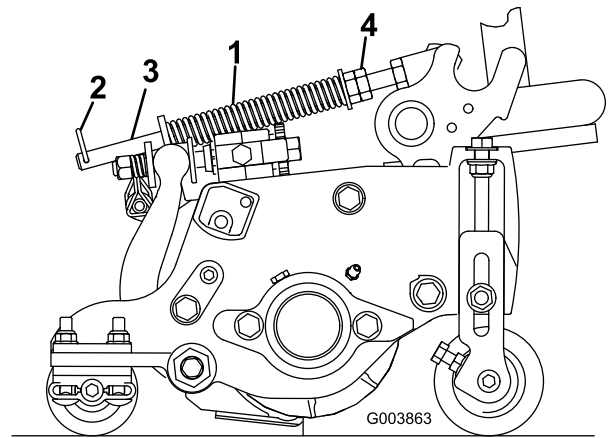

Figura 15
2. Aperte as porcas sextavadas na extremidade dianteira da haste da mola até que o comprimento da mola em compressão seja de 15,9 cm (Figura 15).
A mola de compensação de relva (Figura 15) transfere peso do cilindro dianteiro para o cilindro traseiro. (Isto ajuda a reduzir o efeito ondulado na relva, também conhecido como ondulação ou "bobbing".)
1. Certifique-se de que o contrapino do gancho está instalado no orifício traseiro na haste da mola (Figura 15).